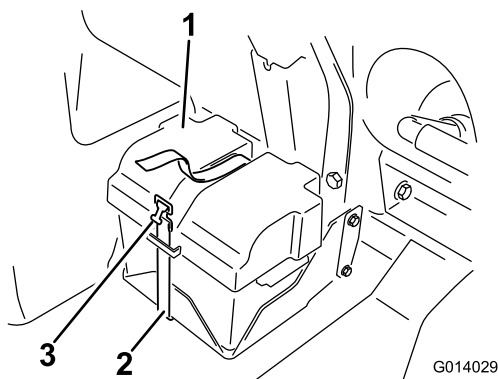
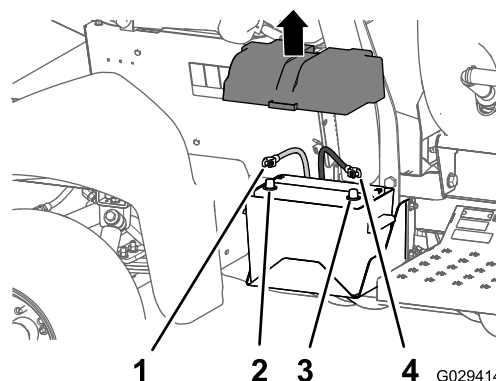

図2
図3
1. バッテリーについているカバーを外し、バッテリーのマイナス黒端子からケーブルを外す 図2と図3。
2. バッテリー端子からプラス赤ケーブルを外す 図3。